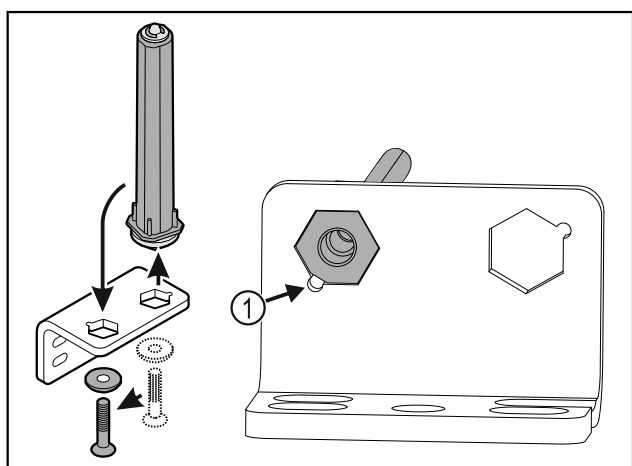

Fig. 33
- ▶ Bëni kujdes që gjatë vendosjes, e prera e kokës së bulonit Fig. 33 (1) të jetë e drejtuar nga vrima e rrumbullakët.